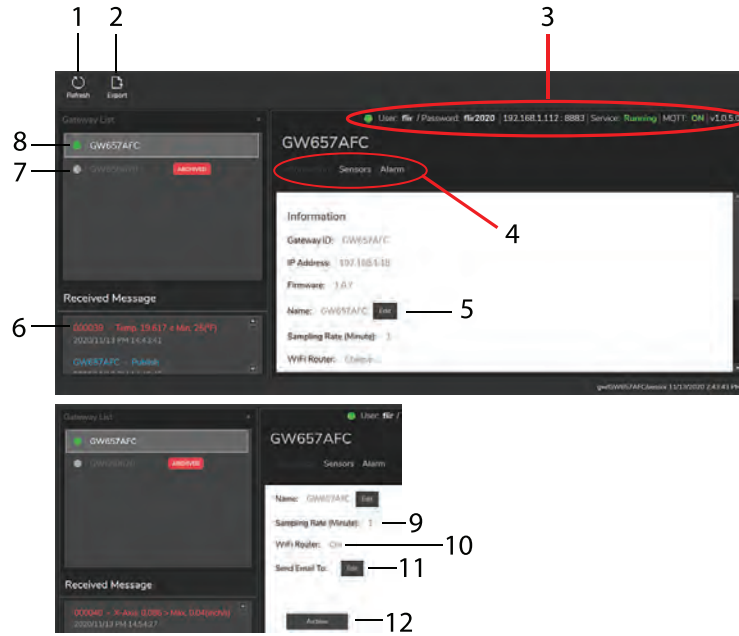
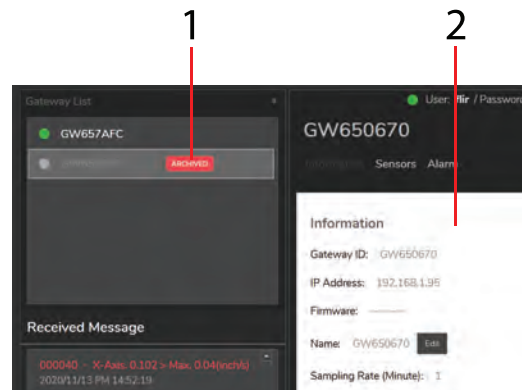

Figure 10.1 Écran d'ouverture de l'application Windows avec l'onglet Informations sélectionné.
Figure 10.10 Écran de passerelle archivée.
Reportez-vous aux numéros de légende de la Figure 10.1 ci-dessous pour obtenir cette liste numérotée.
4. Onglets Informations, Capteurs et Alarme. Cliquez sur un onglet pour l'ouvrir. L'onglet Informations est sélectionné à la Figure 10.1 ci-dessous.
Les configurations peuvent être archivées pour référence ultérieure en cliquant sur ARCHIVÉE dans l'onglet Informations comme indiqué au début de cette section dans la Figure 10.1. Dans la Figure 10.10, ci-dessous, l'écran d'archivage s'affiche lorsqu'une configuration archivée est sélectionnée.